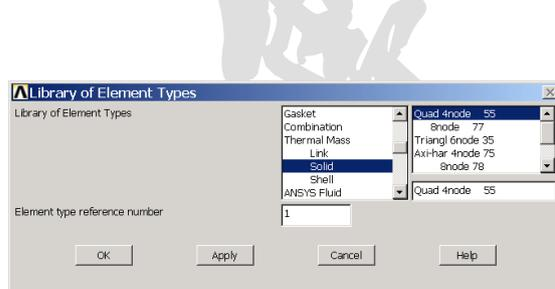

图4.81 定义PLANE55单元
(2) 单击 Main Menu>Preprocessor>Element Type>Add/Edit/Delete 菜单，如图 4.81 所示，定义 PLANE55 单元。